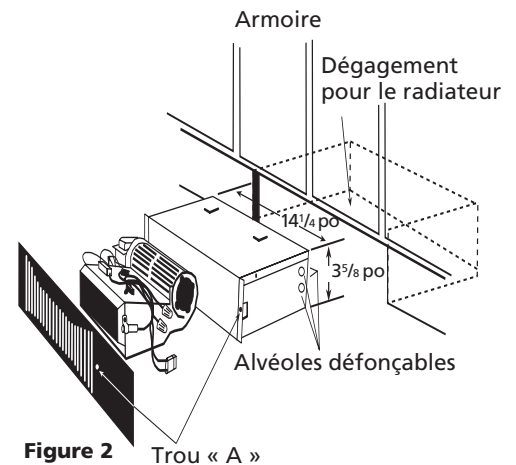

Figure 2 Trou « A »
1. Découper une ouverture de 361,9 x 92,1 mm (14 1/4 x 3 5/8 po) à l'emplacement voulu, comme l'indique la Figure 2. Garder la zone dégagée libre de toute obstruction.
3. Déterminer l'alvéole défonçable à utiliser pour la pose du câblage in situ et l'enlever (voir la Figure 2). Installer un serre câble (fourni in situ).
8. Utiliser les trous dans le rebord de l'enveloppe comme matrice pour fixer solidement la grille avant et le radiateur, en perçant deux trous de 2,3 mm (0,093 po) de diamètre dans le panneau de l'armoire et en installant deux vis de 152,4 x 19 mm (n° 6 x 3/4 po) (fournies) à travers le trou « A ». Voir la Figure 2, page 2.